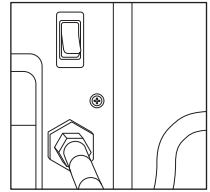

Fig. 3
- Conecte la manguera de suministro de aire a la salida de aire roscada en el panel posterior. (Fig. 3)